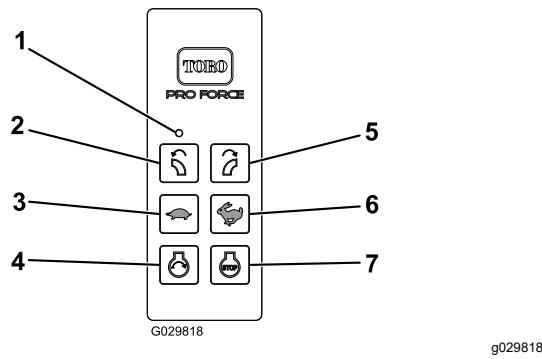

Figura 9
La luz LED indica la comunicación entre el control remoto manual y el módulo de control inalámbrico (Figura 9).
Pulse el botón PARADA DE MOTOR para apagar el motor (Figura 9).
Tras preparar la máquina para el arranque con control remoto, pulse el botón ARRANQUE DEL MOTOR para arrancar el motor (Figura 9). Consulte en **Funcionamiento del motor** (página 20) la secuencia de arranque.
Pulse el botón GIRAR TOBERA A LA IZQUIERDA o el botón GIRAR LA TOBERA A LA DERECHA para girar la tobera del soplador a la dirección que desee (Figura 9).
- Pulse el botón AUMENTAR LA VELOCIDAD DEL MOTOR (ícono del conejo) para aumentar la velocidad del motor (Figura 9).